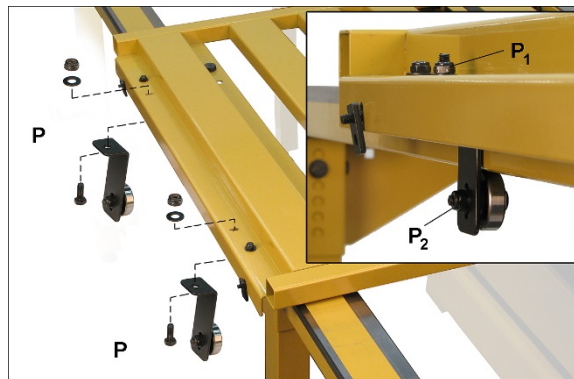

Рисунок 7-16
8. Установите вертикальные кронштейны с подшипником (Р, рисунок 7-16) на наружную направляющую. Расположите кронштейн вглубь поверхности как можно ближе к направляющей, но не касаясь ее, и затяните стопорную гайку (Р1).